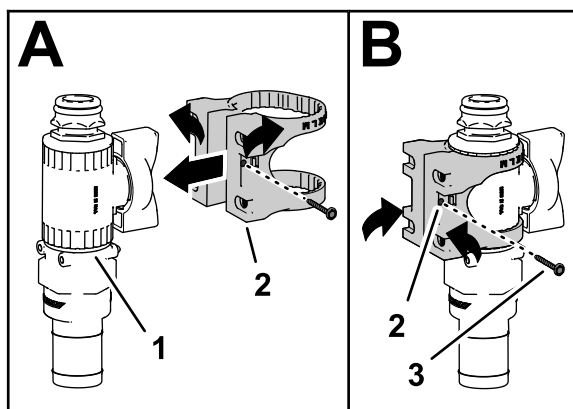

図 32
3. 図 32のAに示すように、制御バルブにバルブマウントを組み付ける。
4. フランジヘッドねじ#6を使って、バルブマウントを制御バルブに固定し、ねじを手締めする図 32のB。